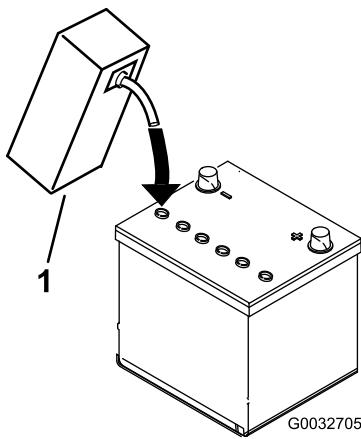

図 7
- 各セルの電極板が液面下 6 mm程度に水没するまで、電解液を慎重に入れる図7。
4. 電極板が液を吸収するまで20-30分間程度待つ。必要に応じて、電極板が 6 mm程度水没するぐらいに電解液を補充する図 7。